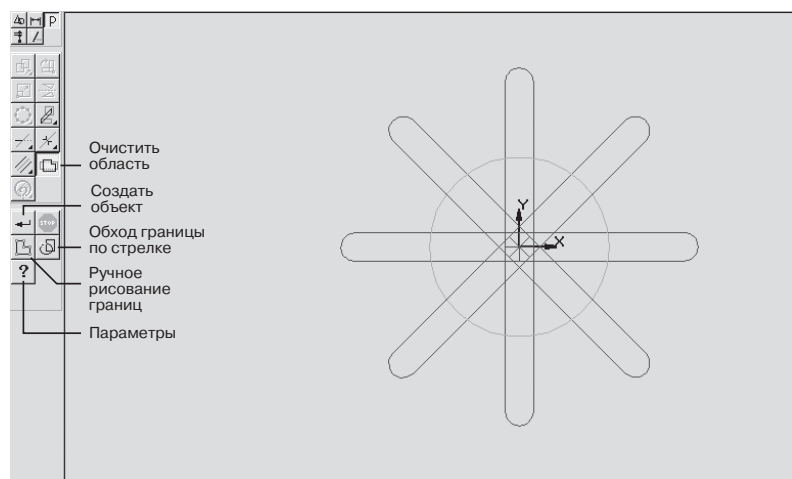

Рис. 1.16
4. **Область** позволяет удалить объекты, находящиеся внутри выбранной области чертежа или фрагмента. Для быстрого перехода к команде нажмите кнопку  (**Очистить область**) на панели инструментов редактирования. После вызова команды на панели специального управления отображаются несколько кнопок (рис. 1.16). С их помощью можно различными способами задавать границы удаляемой области. В качестве примера показан способ удаления ненужных линий, находящихся внутри окружности. Для этих целей курсор следует наложить на окружность, нажать левую кнопку мыши, а затем – кнопку  (**Создать объект**). После этого линии внутри окружности удалятся, а панель специального управления исчезнет (рис. 1.17).